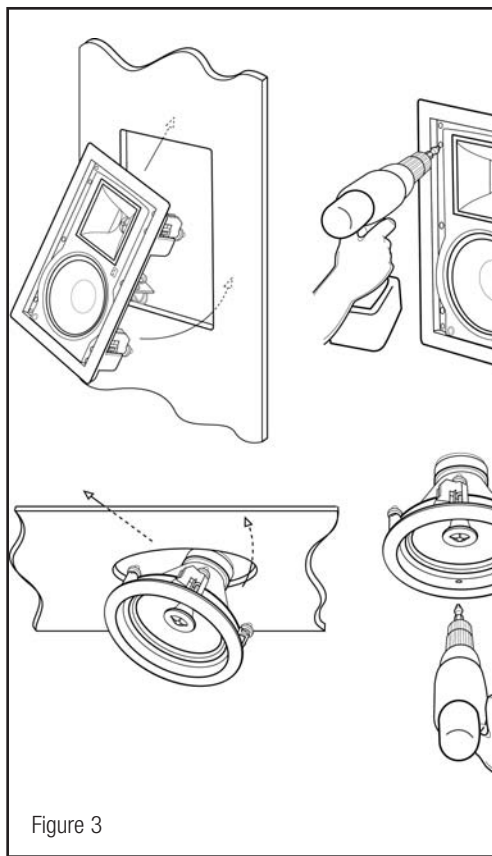

Figure 3
4. スピーカーの組立て部品を開口部に入れ、プラスねじ4つ（図3）を締めて取り付けてください。フレームの「犬」足は旋回して、壁とフレームと共に「サンドイッチ」にします。（Klipschの新建設用ブラケットは、乾式壁設置に先立って使用すればこれを簡単にします。）